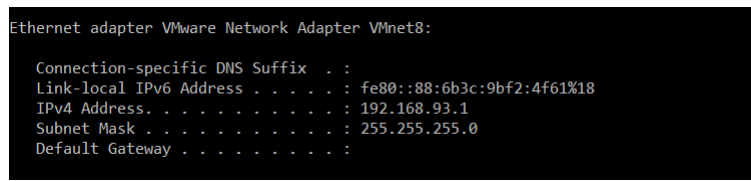

FIGURE 5 – Exemple de l'adresse ip du contrôleur de VMware qu'il faut prendre en note (IPv4 address)
- Modifier l'adresse IP dans la fonction *socket\_open* du URscript pour qu'elle concorde avec l'adresse IP du contrôleur réseau de VMware. Cette information est disponible en ouvrant un invité de commande dans la session Windows et de taper *ipconfig*. La Figure 5 représente la sortie de l'invité de commande qu'il faut remarquer lors de l'envoi de la commande *ipconfig*.